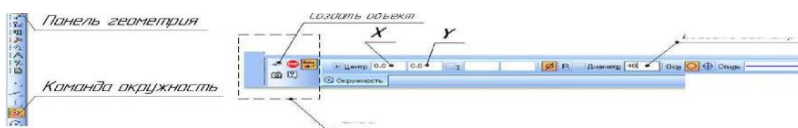

Рис. 78 – Панели геометрия и редактирования объекта
1. В компактной панели инструментов (рисунок 78) выберите панель **Геометрия**, ниже активируйте команду **Окружность**. После нажатия команды **Окружность** внизу по умолчанию появится панель свойств активной команды окружности.